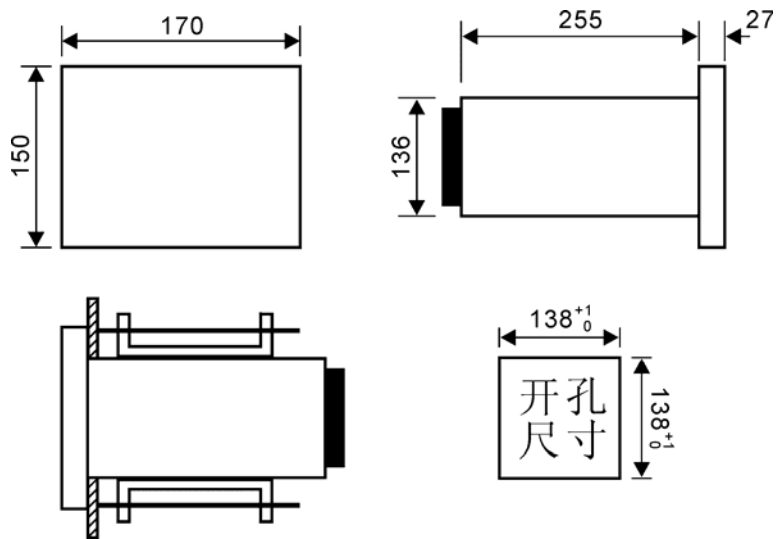

图8.1 仪表外形尺寸，安装方法及开孔尺寸
- ◆ XMR6000QC彩色无纸记录仪的RS-485通讯线采用双芯五类屏蔽双绞线，其一端通过RS-232/485转换模块接到计算机的串行通信口，另一端接到记录仪端子板上的三个通信端子上，其连接方式如图8.1所示：